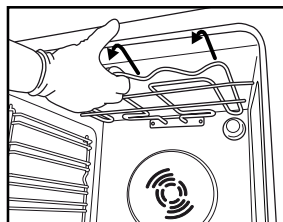
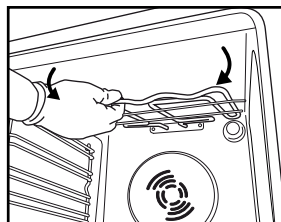

Fig.4
Fig.5
2. Estrarre leggermente la resistenza (Fig. 4) e abbassarla (Fig. 5).